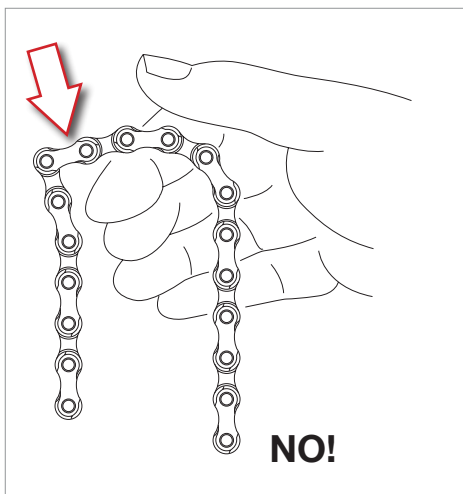

Fig.21
- Verificare che la chiusura della catena non presenti un "punto duro" o maglie che non scorrano liberamente (**Fig. 21**).